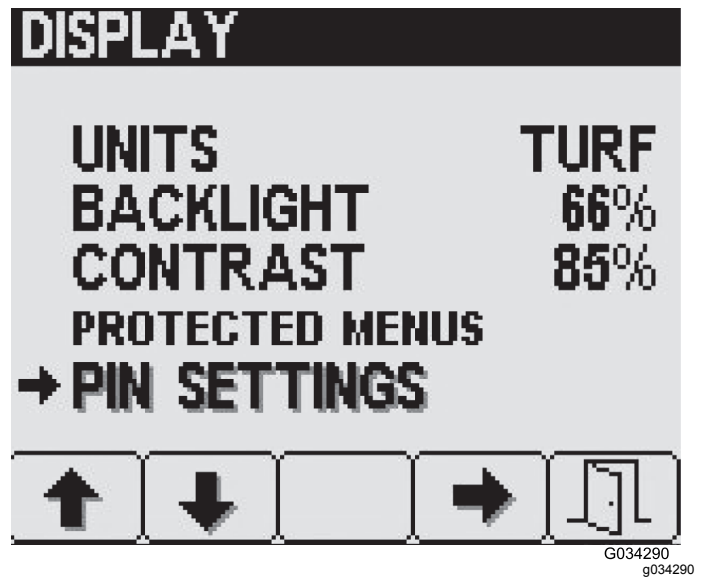

Bild 24
und drücken Sie Taste 4, um „PIN-Einstellungen“ auszuwählen (Bild 24).
1. Drücken Sie auf den Bildschirm „Display“ die Taste 2, bis Sie „PIN-Einstellungen“ erreichen und drücken Sie Taste 4, um „PIN-Einstellungen“ auszuwählen (Bild 24).